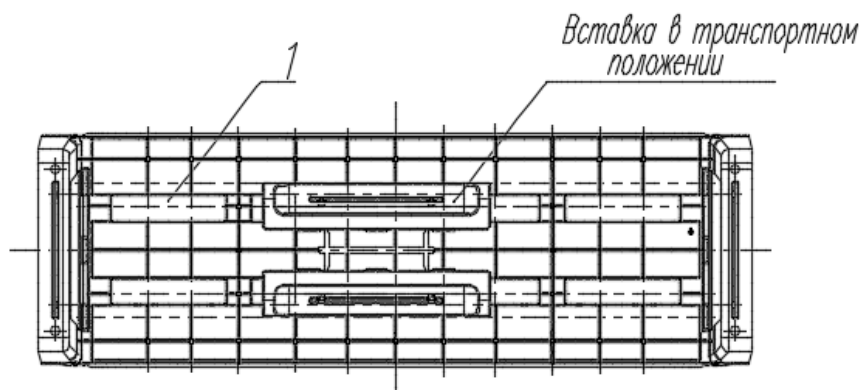
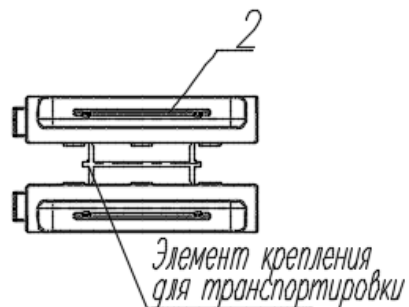

Рисунок 1
Рисунок 2
3.1 К одной из полок этажерки для обуви Slip поз. 1 прикреплена деталь «Вставка в транспортном положении», которую необходимо отсоединить от полки (рис. 1 и рис.2);
3.2 Отделить от элемента крепления для транспортировки детали «Вставка этажерки для обуви Slip» поз. 2 (рис. 2);